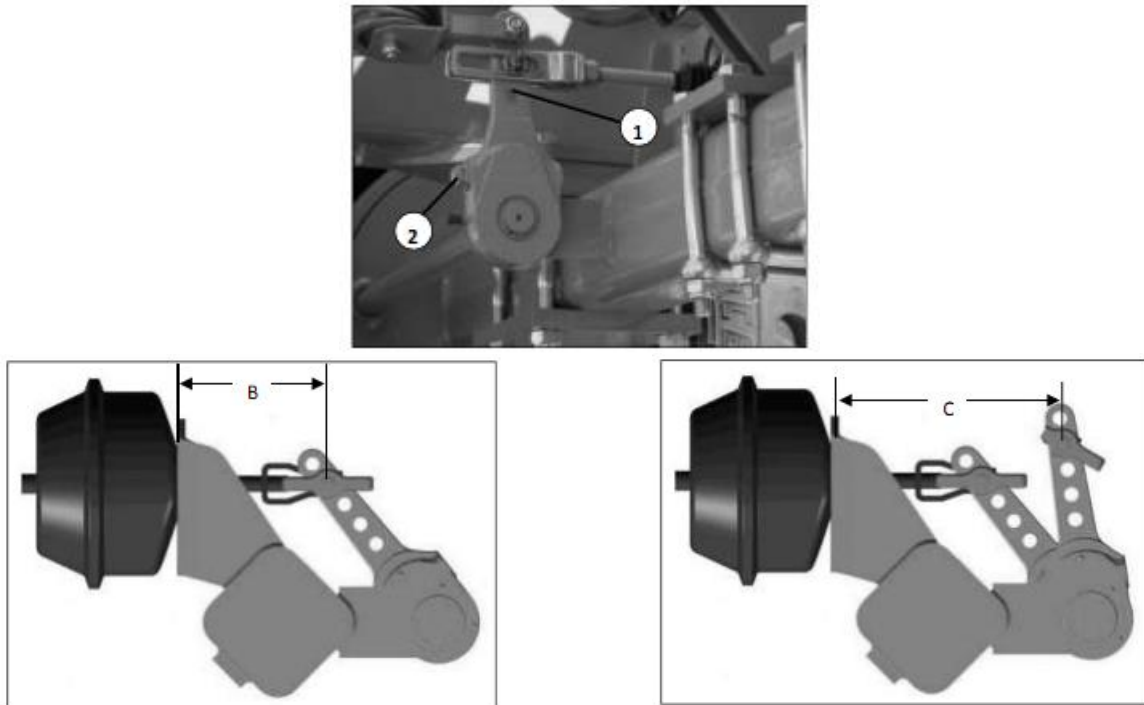

Рис. 7.1
Если при торможении тормозные рычаги (1) рис. 7.1 перемещаются более чем на 40 мм, тормозную систему необходимо отрегулировать.
Регулировка тормозной системы производится посредством установочного винта (2) рис. 7.1. Необходимо произвести настройку одинаково для обоих тормозных рычагов (1).
– Чтобы отрегулировать тормозную систему, поворачивайте установочный винт (2) по часовой стрелке.